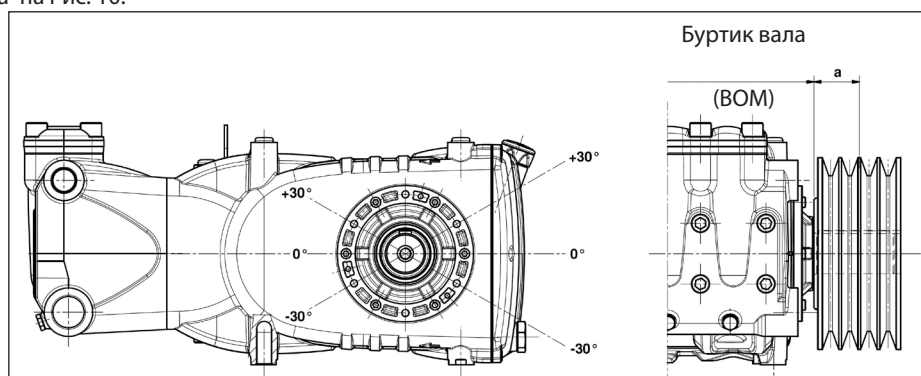

Рис. 10
Радиальная нагрузка на вал не должна превышать 7500 Н (значение, необходимое для определения компоновки). Передача считается соответствующей, если данная нагрузка прилагается на максимальном расстоянии $a=40$ мм от буртика вала (ВОМ), как указано на Рис. 10.
- б) Пользуйтесь ремнями с высоким КПД, например, **XPB** вместо **SPB**, поскольку в этом случае потребуется меньшее количество ремней при одинаковой передаваемой мощности, что в свою очередь сократит расстояние между результирующей силой и буртиком вала (BOM) "а" на Рис. 10.